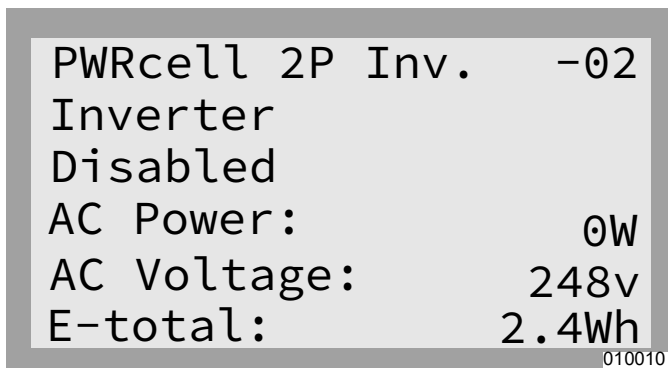

Figure 7-7. Activer l'onduleur (1 de 3)
7. Voir Figure 7-7. Dans la page d'accueil du tableau de commande de l'onduleur, utiliser la touche fléchée droite pour naviguer jusqu'à la page de dispositif de l'onduleur.